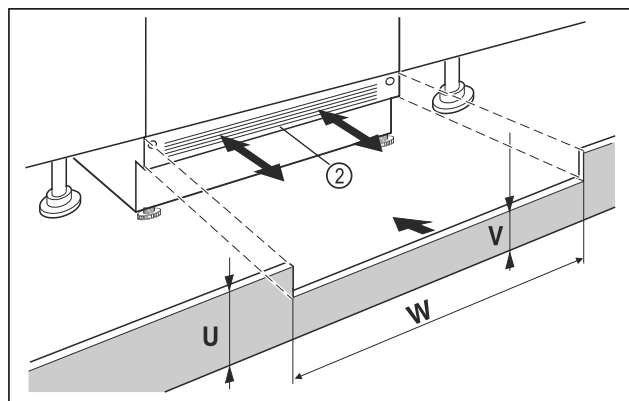

Fig. 40 Примерное изображение
- Установите цокольную панель устройства Fig. 40 (2), но еще не фиксируйте ее.
- Если цокольную панель Fig. 40 (2) видно, потяните её вперед настолько, пока передний край вентиляционной решетки не станет вровень с цокольной панелью мебели.
- Если цокольная панель Fig. 40 (2) скрыта, сдвиньте её назад как можно дальше.
- Вентиляционное отверстие должно быть полностью открытым: При необходимости следует подрезать цокольную панель мебели по высоте Fig. 40 (U)!
- Подгоните высоту перемычки Fig. 40 (W) по всей ширине ниши Fig. 40 (V) под цокольной панелью устройства Fig. 40 (2).